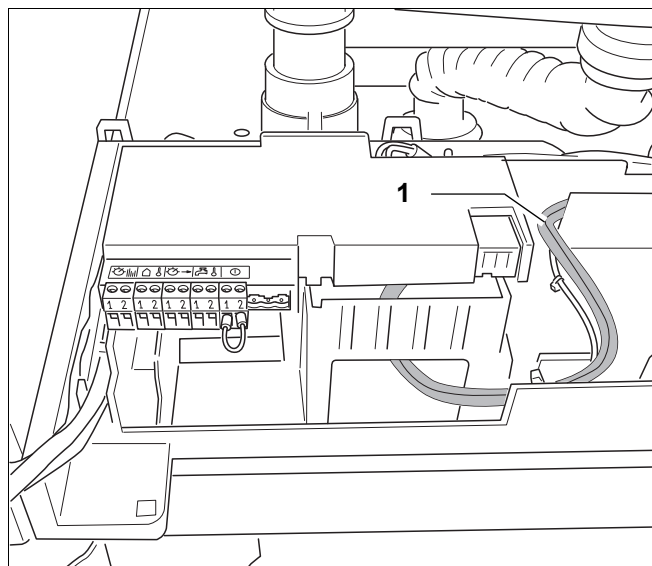
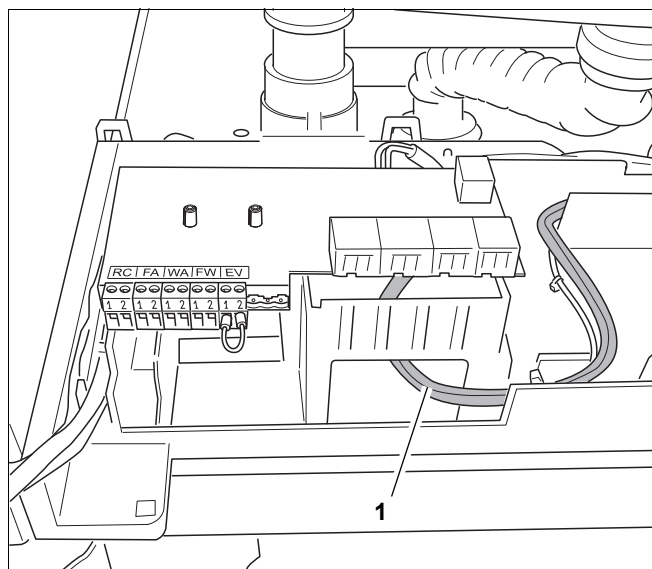

Fig. 37 Cablul pompei 230 VAC
Fig. 38 Scoateți afară cablul 230 VAC al pompei
- Derulați cablul 230 VAC (fig. 37, poz. 1) și scoateți-l afară prin cazanul de încălzire (fig. 38).